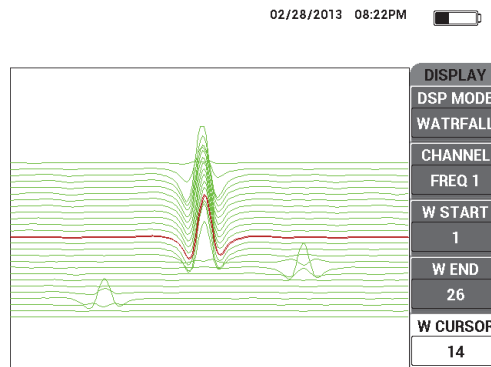

Figura 5-68 Usar o cursor *waterfall*
15. Quando a exibição tipo *waterfall* estiver correta, defina o **W CURSOR** (tecla E) [cursor *waterfall*] para o local estimado da margem das duas camadas principais e ajuste o **W CURSOR** enquanto se executa os movimentos do rastreamento completo (veja Figura 5-68 na página 180).